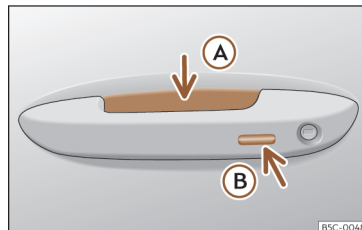

Fig. 83 Manecilla de la puerta: superficies sensoras
»» fig. 83
sensora»» **fig. 83 A** (flecha) de la manecilla y se desbloquea el vehículo.
- Toque una vez la superficie sensora de bloqueo»» **fig. 83 B** (flecha) de la manecilla de una de las puertas delanteras. La puerta cuya manecilla se acciona deberá estar cerrada.
- Toque una vez la superficie sensora»» **fig. 83 B** (flecha) de la manecilla de una de las puertas delanteras. El vehículo se bloquea con el sistema de seguridad "Safe"»» **pág. 112**. La puerta cuya manecilla se acciona deberá estar cerrada.
- Toque dos veces la superficie sensora»» **fig. 83 B** (flecha) de la manecilla de una de las puertas delanteras para bloquear el vehículo sin activar el sistema de seguridad "Safe"»» **pág. 112**.
- Pulse el botón de cierre  del mando a distancia y toque una vez, dentro de los 5 segundos siguientes, la superficie sensora de bloqueo de la manecilla de la puerta del conductor»» **fig. 83 B**. No agarre la
Para **cerrar con la función de confort** todas las ventanillas eléctricas y el techo de cristal, mantenga un dedo durante unos segundos sobre la superficie sensora de bloqueo »» **fig. 83 B** (flecha) de la manecilla de la puerta hasta que se hayan cerrado las ventanillas y el techo.
Las superficies sensoras de las manecillas de las puertas podrían activarse al recibir un chorro de agua o de vapor a gran presión en el caso de que hubiera alguna llave del vehículo válida en la zona próxima. Si al menos una de las ventanillas con elevación eléctrica está abierta y se activa la superficie sensora»» **fig. 83 B** (flecha) de una de las manecillas de forma permanente, se cerrarán todas las ventanillas.
- **O BIEN:** toque *dos veces* la superficie sensora situada en la parte exterior de la manecilla de la puerta»» **fig. 83 (B).**